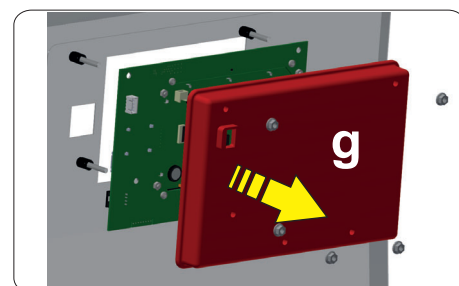

рис. 9
- Замените печатную плату. Замените пластиковую крышку соответствующей прокладкой, убедившись в том, что она полностью прилегает к поверхности панели (положение **g** - см. рис. 9).